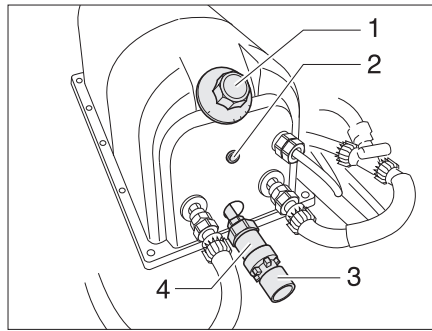

Fig. 123 Chauffe-eau Reich
Le chauffe-eau fonctionne avec 230 V. Le chauffe-eau chauffe environ 5 litres d'eau. Le régulateur (Fig. 123,1) du chauffe-eau permet de régler la température de l'eau. L'eau ne peut pas être chauffée à plus de 80 °C.
- Régler la température désirée sur le régulateur de température (Fig. 123,1). Le voyant de contrôle (Fig. 123,2) s'allume pendant la mise en température.
- Faire tourner le régulateur de température (Fig. 123,1) jusqu'au repère "I" dans le sens inverse des aiguilles d'une montre.
- Régler la température désirée sur le régulateur de température (Fig. 123,1).
- Ouvrir l'évacuation de l'eau sur la soupape de surpression (Fig. 123,4). Faire tourner le bouton rotatif rouge (Fig. 123,3) dans le sens inverse des aiguilles d'une montre.